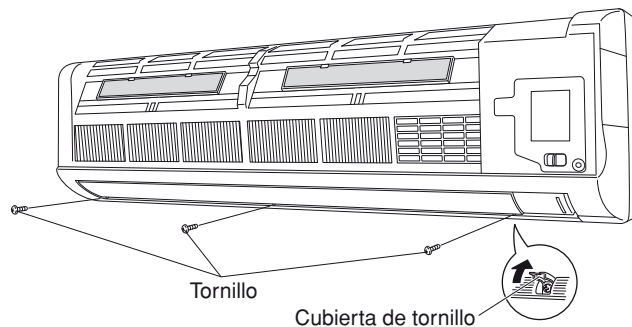

Fig. 17-2
- (2) Extraiga los 3 tornillos que hay en el lugar por el que se abren las cubiertas. (Fig. 17-2)